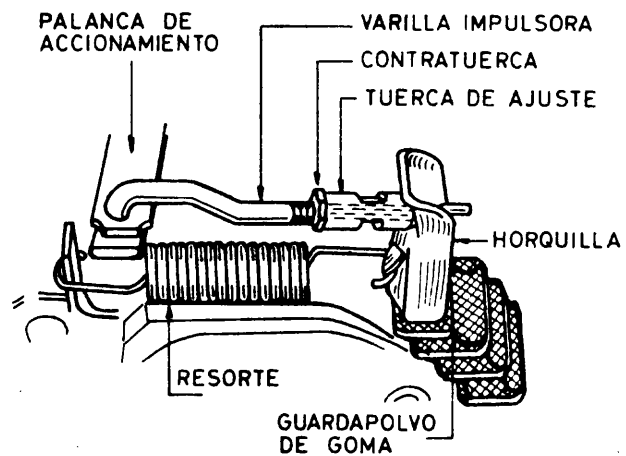

Fig. 3
- ___ b Regule la varilla de regulación (fig. 3), hasta obtener el recorrido recomendado por el fabricante.